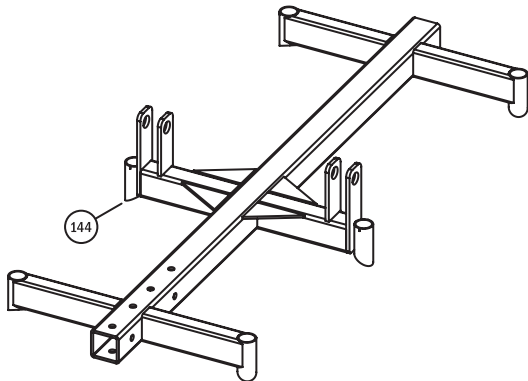

Fig. 1
Étape 4 : Disposez les pièces du châssis. Dans un endroit bien éclairé et avec suffisamment d'espace pour assembler et déplacer la remorque, posez le châssis de la remorque (144) sur le sol, les tenons d'essieu orientés vers le haut, comme indiqué sur la **fig. 1**. NOTE : l'extrémité avant (celle où l'attelage est installé) de la remorque est celle qui comporte les deux bossages avec six trous traversants M12.